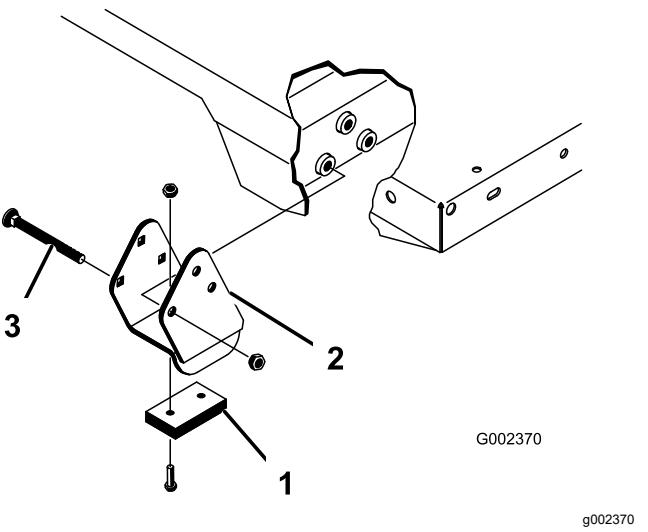

Figura 24
Certifique-se de que os suportes dos espaçadores e os bloqueios contra desgaste (Figura 24) foram instalados na cabeça das porcas no interior da máquina.
2. Coloque a plataforma com cuidado no chassis, alinhando os orifícios posteriores da placa articulada da plataforma com os orifícios do canal traseiro e coloque os 2 passadores de forquilha e pinos de sujeição (Figura 24).
4. Introduza o passador de forquilha na parte exterior da plataforma com o pino de sujeição virado para fora (Figura 24).